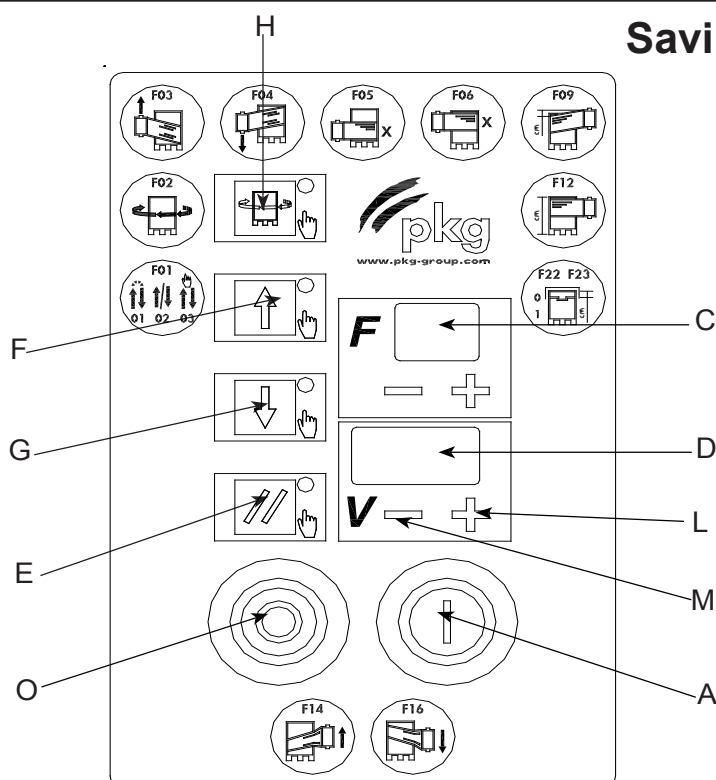

Fig. 5.5
- premere il pulsante **START (A)** (Fig. 5.5);